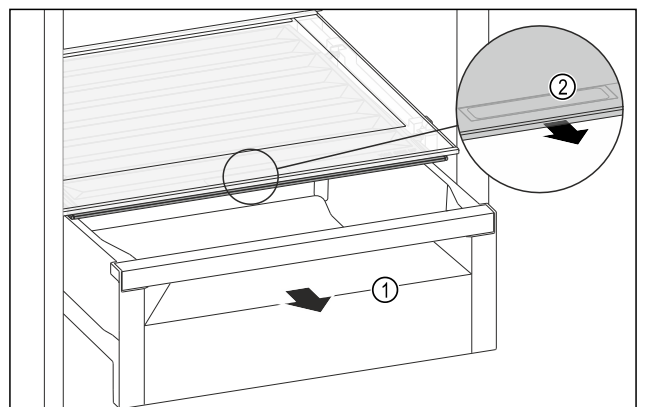

Fig. 146
- ▶ Vedä säilytyslokeron Fig. 146 (1) ulos.
- ▶ Tartu lokeron kannessa olevaan tartuntakohtaan *Fig. 146 (2)* ja vedä lokeron kantta samanaikaisesti eteenpäin.